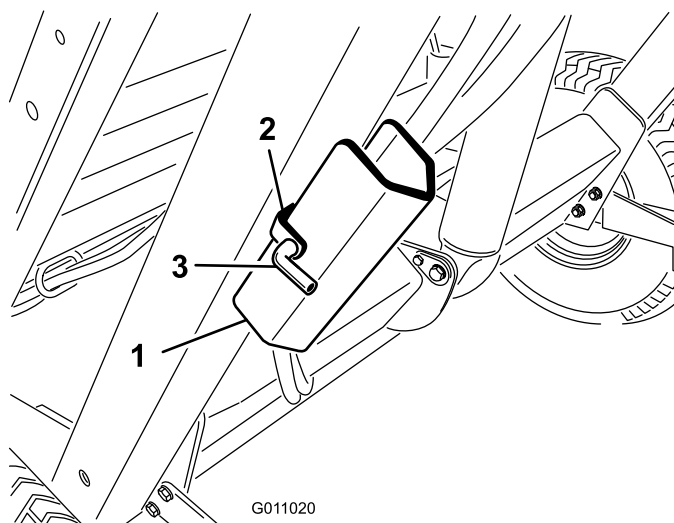

Figura 25
2. Togliete la coppiglia e il perno che fissano il supporto di sicurezza alla staffa d'immagazzinamento sul telaio della spazzatrice (Figura 25). Togliete il supporto di sicurezza.